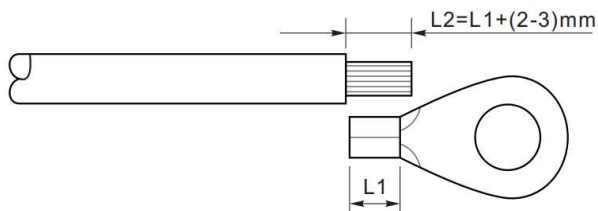

Figura 4-2 Instruções para conexão de aterramento (1)
Passo 1: Remova a camada de isolamento sobre um comprimento apropriado com o decapador, como ilustrado na figura 4-2) .